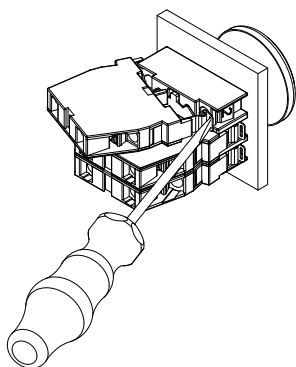

Fig. 8
1. El desmontaje de los elementos de contacto EF se realiza con ayuda de un destornillador plano del tamaño 2 (véase fig. 8).